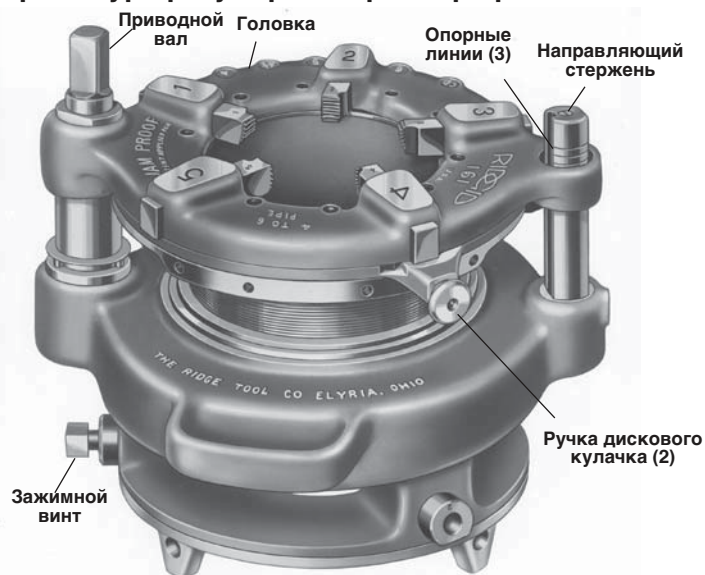

Рисунок 25 – Головка № 161 с поднятым ведущим валом
Возьмитесь за патрон и поверните квадратный конец приводного вала или поверните коробку передач вручную до соответствующих опорных линий на направляющем стержне. (Рисунок 25)
2. Потяните ручки (рисунок 25) и вращайте дисковый кулачок до нужной отметки CD наверху резьбонарезной головки.